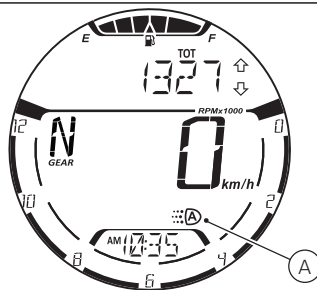

Fig. 55
Es posible apagar las luces DRL configurándolas en "MANUAL" mediante el pulsador (5) que se encuentra en el conmutador izquierdo. Presionando de nuevo el pulsador (5), las luces DRL vuelven a encenderse configurándose en "AUTO". Cuando las luces DRL se configuran en "AUTO", en el display se visualiza el símbolo (A, Fig. 55)
Si la luz DRL se encuentra en esta modalidad, al poner en marcha el motor, la luz DRL se apaga automáticamente y se enciende la luz de cruce si el salpicadero detecta escasas condiciones de luz (NIGHT). En cambio, si el salpicadero detecta una buena condición de luz (DAY), la luz DRL permanece encendida y la luz de cruce apagada: en esta modalidad el salpicadero pasa automáticamente de la luz DRL a la luz de cruce y viceversa en base a las condiciones de luz externa detectada. En el display se visualiza el símbolo (A, Fig. 55).